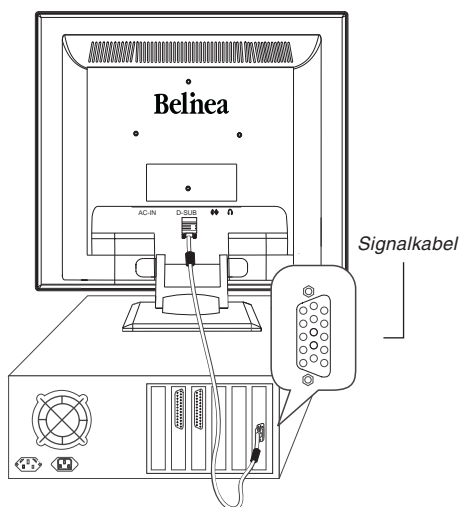

Abbildung 2. Monitor an den PC anschließen
2. Schließen Sie das 15-polige Signalkabel an den Monitor und an den PC an (siehe Abbildung 2).